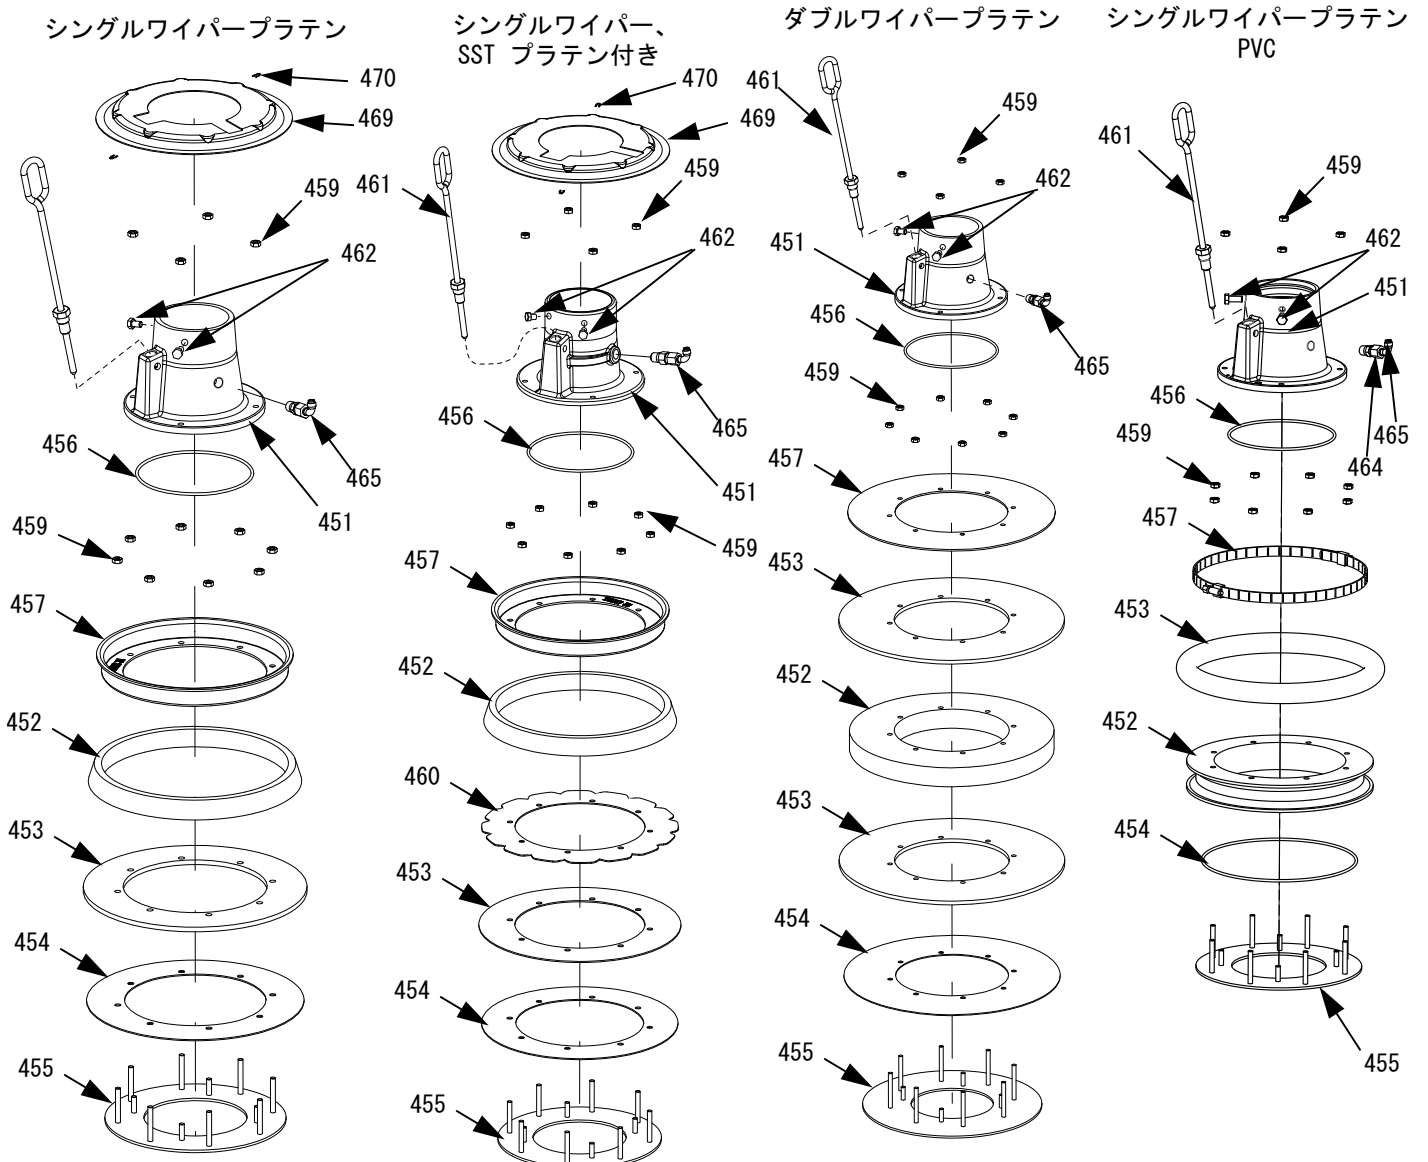

図 14：シングルおよびダブルワイパーアセンブリ
1. ワイパーアセンブリの取り外しについては図 14 を参照してください：
- a. すべてのシングルワイパープラテンの場合：ニードルノーズプライヤで 2 個のクリップ (470) を取り外し、プラテンカバー (469) を取り外します。
- b. ワイパーアセンブリをプラテンキャスティング (451) に固定する 8 個のナット (459) を取り外し、ワイパーアセンブリを取り外します。
2. ワイパーアセンブリ上の 8 個のナット (459) を取り外します。
3. 上板 (457)、スペーサ (452)、ワイパー (453)、ワイパーサポート (454)、下板 (455) を分離します。